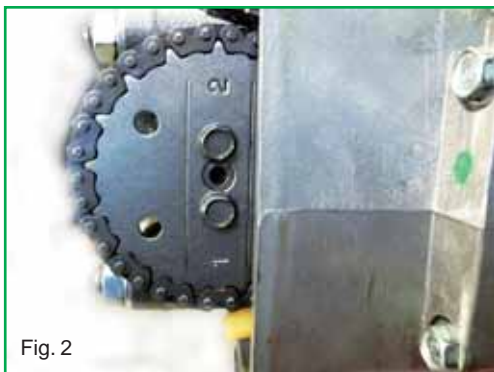
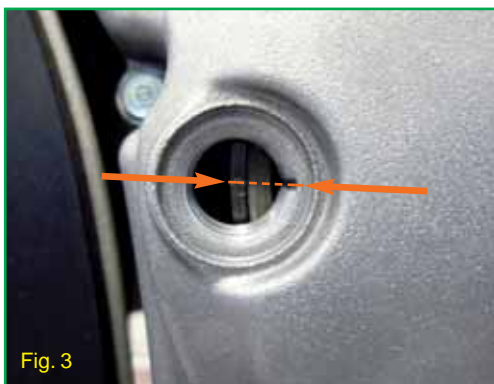

Fig. 2
Fig. 3
- Portare il motore al punto morto superiore nella fase di compressione, allineando il riferimento presente sulla ruota dentata dell'albero a camme (Fig. 2) con il piano di appoggio del coperchio valvole sulla testa, ed allineando il contrassegno "I" sul rotore del generatore con il riferimento stazionario presente sul coperchio del volano (Fig. 3).